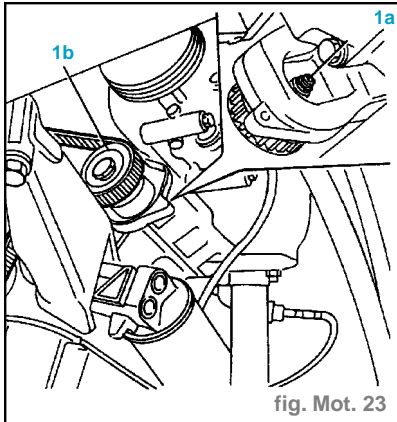

fig. Mot. 23
- Dévisser l'écrou de fixation (1a) du tendeur de courroie des arbres d'équilibrages (1b), de sorte à desserrer la courroie puis, à le détacher (fig. Mot. 23).